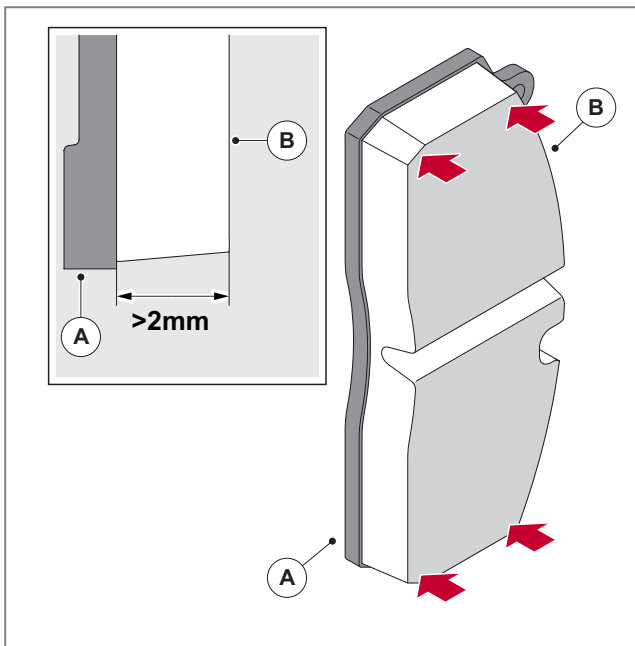

Abb. 16 - Bremsbelagverschleiß messen
5. Messen Sie an beiden Bremsbelägen den Abstand von der Trägerplatte (A) zur Verschleißfläche (B) des Bremsbelags an vier Stellen, siehe ► Abb. 16. Die zulässige Mindestbelagstärke (Reibmaterial) beträgt 2 mm.